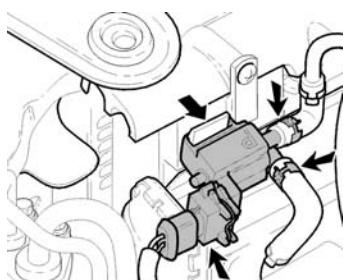

Fig. 5
- Soltar a válvula de impulsos do suporte (Fig. 5) (nas viaturas do ano de fabrico 98/99 até ao nº de chassis... 414999 é necessário substituir a válvula de impulsos. A partir do ano de fabrico de 2000 e nº de chassis: 415000... é necessário alterar o suporte.).